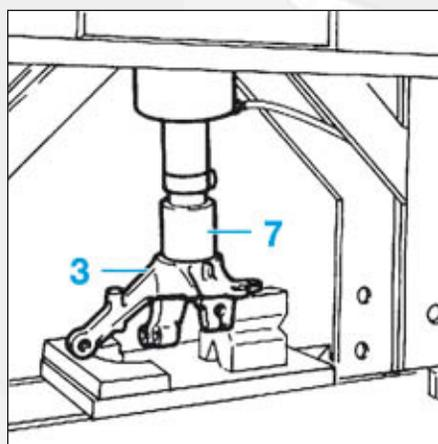

FIG.20
- Déposer le roulement du pivot (3) à l'aide de la presse hydraulique munie d'un mandrin (7) de taille adaptée (Fig.20).